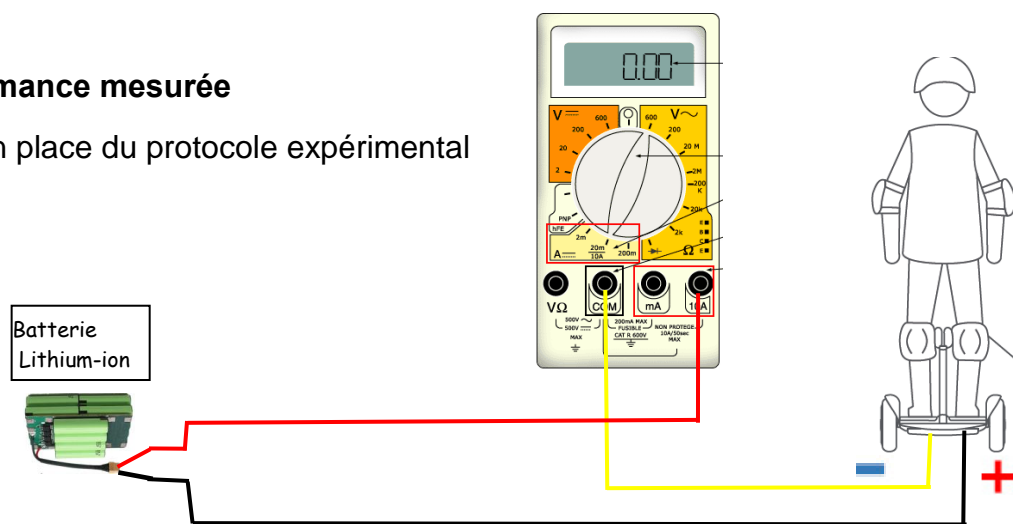

Figure 3 : schéma de câblage de la mesure du courant
- Réaliser le câblage de la figure 3. Régler l'ampèremètre au calibre 10A.